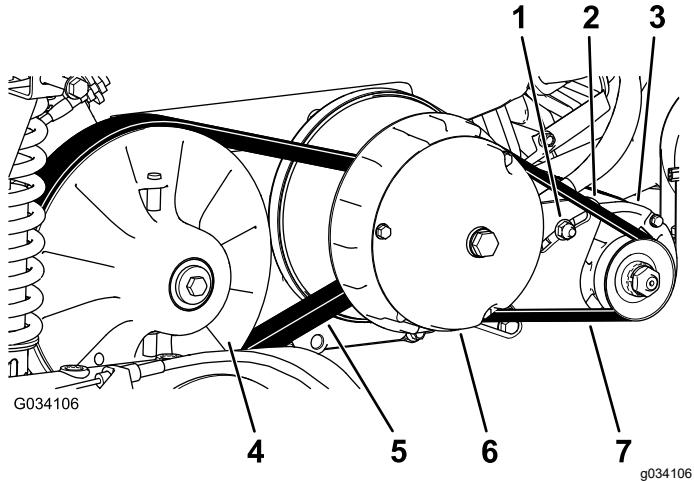

Figure 64
6. Faites tourner la courroie (Figure 64) pour vérifier qu'elle n'est pas excessivement usée ou endommagée.
3. Faites tourner la courroie et faites-la passer sur l' embrayage secondaire (Figure 64).
4. Enlevez la courroie de l' embrayage primaire (Figure 64).
5. Placez la courroie neuve sur l' embrayage principal (Figure 64).
6. Faites tourner la courroie et faites-la passer sur l' embrayage secondaire (Figure 64).
2. Desserrez l' écrou de pivot de l' alterno-démarreur (Figure 64).
4. Appuyez sur le levier pour faire pivoter le démarreur vers le bas dans la fente jusqu'à ce que la tension de la courroie produise une flèche de seulement 6 mm (1/4 po) quand une force de 44 N·m (10 pi-lb) est appliquée (Figure 64).
5. Resserrez l' écrou de pivot à la main et enlevez le levier (Figure 64).